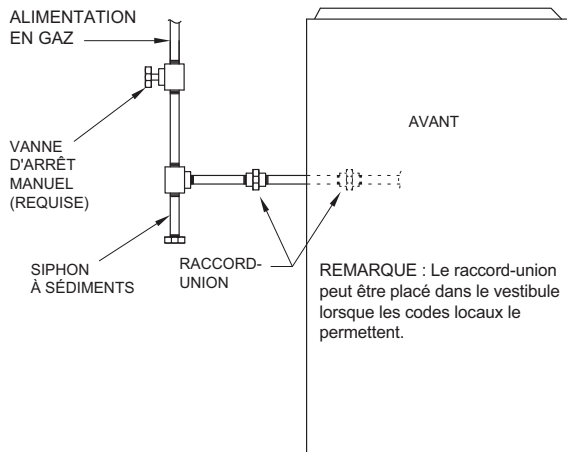

Fig. 32 – Disposition type de la tuyauterie de gaz
Posez un siphon à sédiments externe sur la colonne montante qui mène à la chaudière, tel qu'illustré à la Fig. 32. Raccordez un mamelon de raccord à l'extrémité inférieure du raccord en T. Le mamelon à capuchon devrait s'étendre sous le niveau des commandes de gaz de la chaudière. Posez un raccord à rodage conique entre la soupape de commande de gaz et la vanne d'arrêt manuel extérieur du gaz.
5. Fixez le coffret électrique externe au caisson de la chaudière à l'aide de deux (2) vis à tête.
11. Raccordez les fils d'alimentation et neutres sur place aux fils d'alimentation électrique de la chaudière à l'intérieur du coffret électrique externe, comme illustré à la Fig. 32.